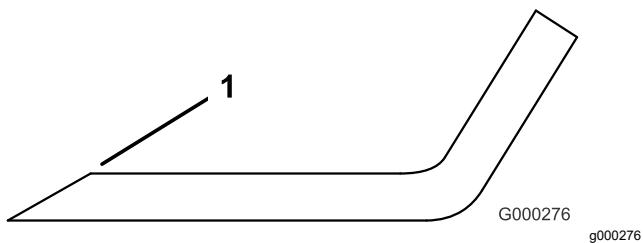

Figura 26
4. Inspeccione los filos de corte de todas las cuchillas, y afílelos si están romos o tienen mellas (Figura 26).
Nota: Afile únicamente la parte superior del filo y mantenga el ángulo de corte original para asegurar un filo correcto (Figura 26). La cuchilla permanece equilibrada si se retira la misma cantidad de material de ambos filos de corte.